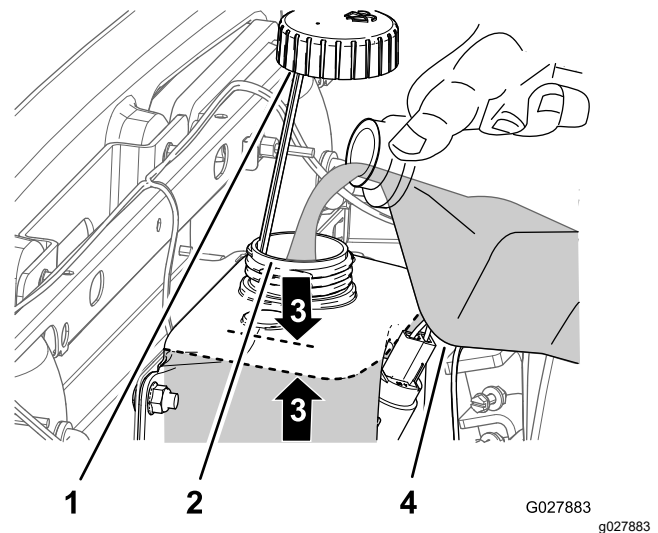

Figura 52
2. Retire el tapón del depósito del lavaparabrisas (Figura 52).
3. Añada agua o líquido de lavaparabrisas por el cuello de llenado del depósito hasta una distancia de 25 mm del borde superior del depósito (Figura 52).
4. Instale el tapón firmemente en el cuello de llenado (Figura 52).